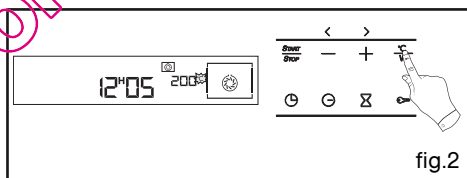

fig.2
- Appuyez sur la touche  (fig.2).